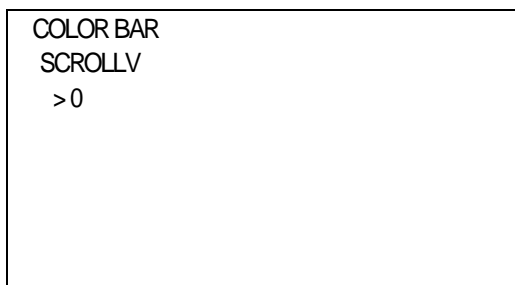

図4-5 オンスクリーンメニュー (SCROLL V例)
- 1) COLOR BARメニューで「SCROLL V」を選択し、**ENTER**ボタンを押すと図4-5のような設定メニューが表示されます。